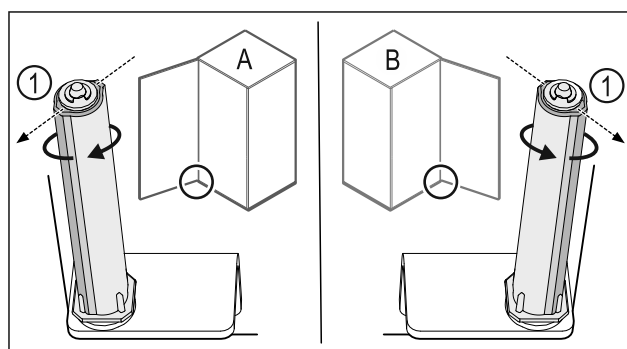

Fig. 50 Bal oldali ütköző (A) / Jobb oldali ütköző (B)
- ▶ Forgassa el a zárrendszert az ellenállással szemben, amíg a zárrendszer Fig. 50 (1) támasztója kifelé nem mutat.